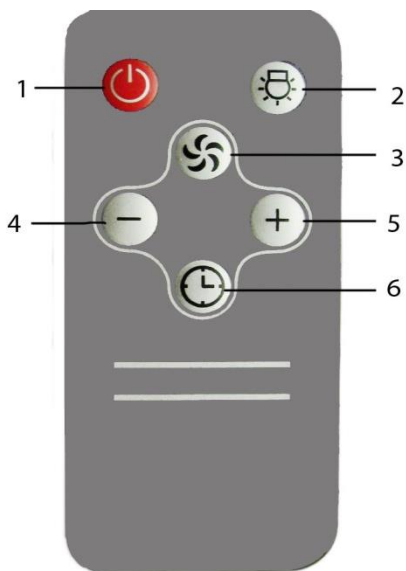

Рис.4
7.2 Управління витяжкою з допомогою дистанційного пульта (рис.4).